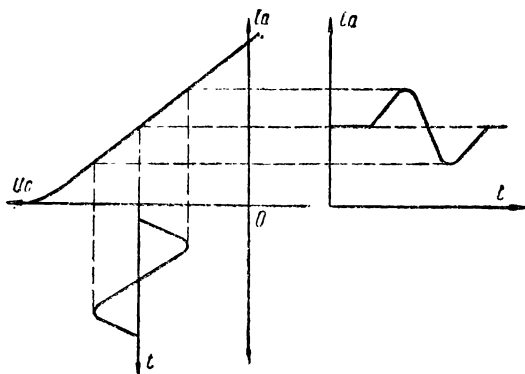

Рис. 3. Графики работы лампы при колебаниях первого рода (режим А)
меняется на протяжении всего периода изменения напряжения на сетке. При таком режиме колебания анодного тока повторяют форму колебаний напряжения на сетке, так как они происходят в пределах линейного участка характеристики (рис. 3).
1. Режим класса A_1 — режим работы лампы при колебаниях первого рода без сеточных токов (см. рис. 3). Угол отсечки равен 180° . Этот режим в основном применяется в однокатных каскадах усиления мощности и в двухтактных каскадах усилителей небольшой мощности. Он характеризуется минимальными нелинейными искажениями, сравнительно малой полезной мощностью и низким к. п. д.